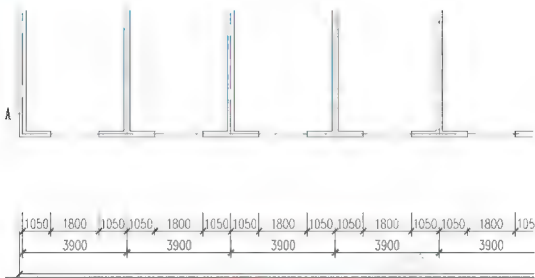

图 3.61 向左延伸尺寸线
(1) 单击【**修改**】工具栏上的【**延伸**】图标 (快捷键 EX)。
(2) 在**选择对象**或**全部选择**:提示下,选择图3.61所示的外墙外边线A,则A墙线变虚,表示外墙线A被指定作为延伸边界。
(3) 按 Enter 键进入下一步。
(4) 在**选择要延伸的对象**,或按住 Shift 键选择要修剪的对象,或[**栏选(L)**/窗交(C)/投影(P)/边(E)/放弃(U)]:提示下,输入“E”并按 Enter 键。
(5) 在**输入隐含边延伸模式**[**延伸(T)**/不延伸(N)]:提示下,输入“E”并按 Enter 键,表示沿自然路径延伸边界。
(6) 在**选择要延伸的对象**,或按住 Shift 键选择要修剪的对象,或[**栏选(L)**/窗交(C)/投影(P)/边(E)/放弃(U)]:提示下,单击第3道尺寸线的左端点,这时第3道尺寸线左边的尺寸界线延伸到外墙线A处,结果如图3.61所示。
(7) 按 Enter 键,结束【**延伸**】命令。